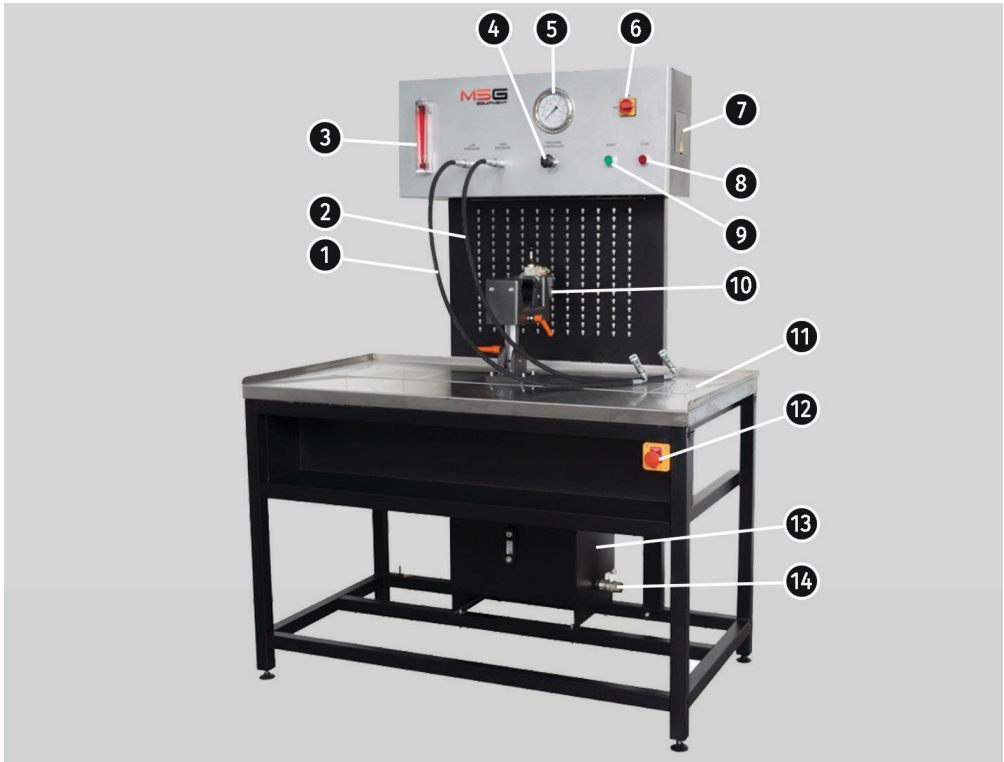

Рисунок 1. Основні елементи стану
Стенд складається з таких основних елементів (рис. 1):
3) Увімкнути автоматичний вимикач - реле напруги (див. поз. 7 рис. 1).